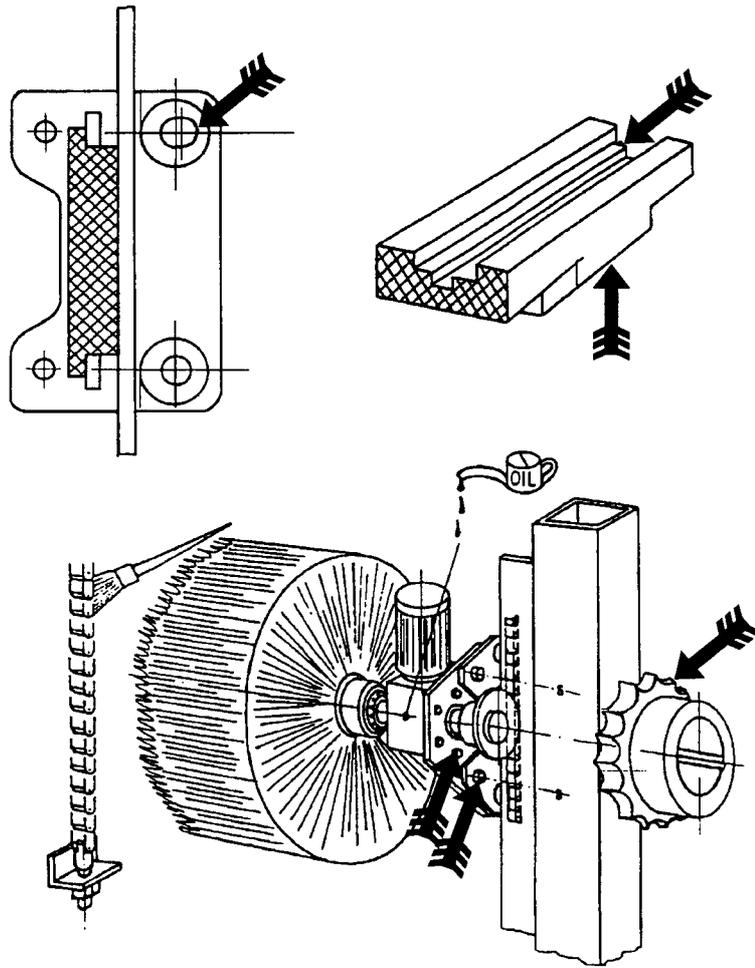

Bild K.5: Dachbürsten-Hubeinrichtung
- 2 Dachbürste: Details s. Bild K.5 und K.6